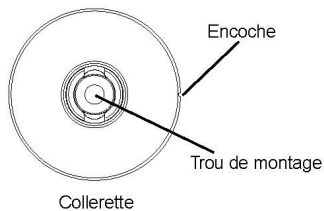

Figure 1A
- Faire une légère marque sur le mur à l'endroit où l'entaille se trouve sur la collerette, qui se trouvera à l'extérieur, et tracer légèrement un cercle autour de la base de la collerette pour un bon alignement à une étape ultérieure (voir Figure 1A).